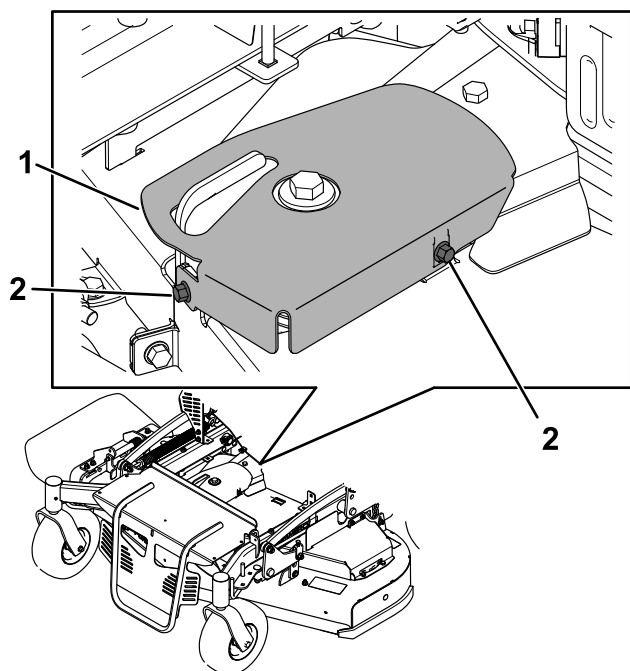

Figura 37
2. Remova a cobertura do rolete (Figura 37).
4. Instale cobertura do rolete (Figura 37).